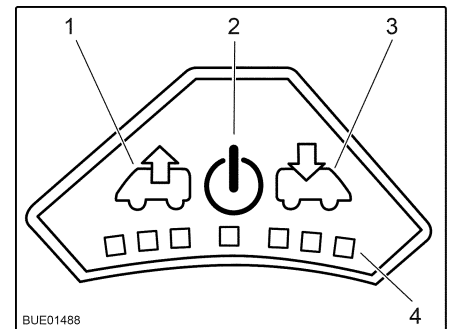

Bild 59 Bedienfeld des Ventilators
Einschalten: ■ Taste Ein/Aus (Bild 59,2) drücken. Der Ventilator läuft im Komfortmodus (Entlüften mit niedrigster Ventilatordrehzahl).
- Um die Ventilatorzahl zu erhöhen: Taste Entlüften (Bild 59,1) drücken. Die Ventilatorzahl in Entlüftungsrichtung nimmt um eine Stufe zu. LEDs (Bild 59,4) zeigen die Schaltstufen an.
- Um die Ventilatorzahl zu verringern: Taste Belüften (Bild 59,3) drücken. Die Ventilatorzahl nimmt um eine Stufe ab.
- Um die Ventilatorzahl zu erhöhen: Taste Belüften (Bild 59,3) drücken. Die Ventilatorzahl in Belüftungsrichtung nimmt um eine Stufe zu. LEDs (Bild 59,4) zeigen die Schaltstufen an.
- Um die Ventilatorzahl zu verringern: Taste Entlüften (Bild 59,1) drücken. Die Ventilatorzahl nimmt um eine Stufe ab.
- Taste Ein/Aus (Bild 59,2) drücken. Der Ventilator stoppt, die LEDs erlöschen.